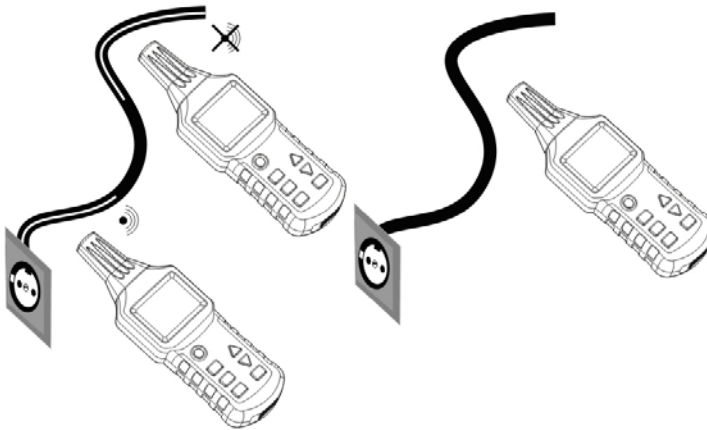

Fig.25
- La medida debe realizarse según la Fig. 25.